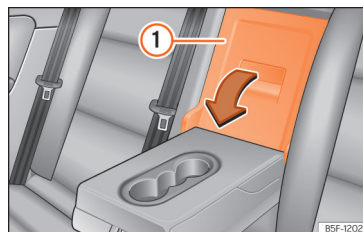

Fig. 193 Al respatlle del seient del darrere: obertura de la trapa.
- Estireu la palanca de desbloqueig en el sentit de la fletxa i abateu completament la tapa de la trapa » **fig. 193** ① cap endavant.